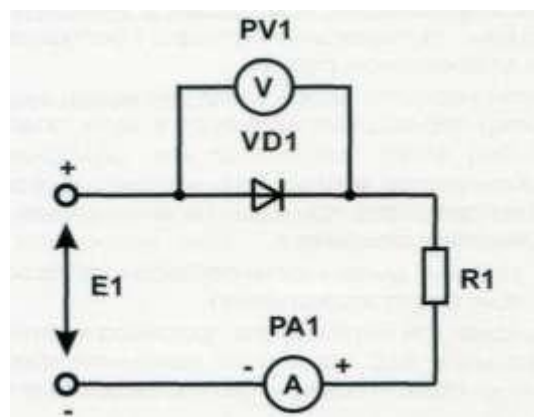

Рис. 1.5 Исследование полупроводниковых диодов
1. Собрать схему для исследования выпрямительного диода VD1 блока «Нелинейные элементы» на постоянном токе (рис. 1.5). В качестве R1 использовать сопротивление 100 Ом блока «Резисторы/ Активная нагрузка». Для измерения тока использовать один из мультиметров блока «Мультиметры», для измерения напряжения использовать один из приборов блока «Измерительные приборы», задав для них соответствующие режимы работы. В качестве источника питания использовать стабилизированный регулируемый источник E1 блока «Источник питания». Ручку регулировки напряжения источника установить в крайнее левое положение, повернув ее против часовой стрелки до упора. Собирая схему особое внимание обратить на полярность подключения источника питания. Представить схему для проверки преподавателю.
4. Собрать схему для исследования выпрямительного диода Шоттки VD3 блока «Нелинейные элементы» на постоянном токе в соответствии с рис. 1.5, заменив в схеме выпрямительный диод VD1 на диод Шоттки VD3. Представить схему для проверки преподавателю.
6. В одной системе координат построить графики ВАХ для обоих диодов. Там же следует для каждого диода построить ВАХ идеального $p-n$ - перехода и по формуле (1) при I_0 - усредненном обратном токе соответствующего диода. Необходимый для расчетов параметр $m \cdot \phi_T$ можно определить по формуле